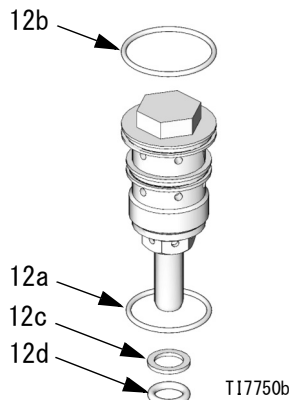

図 13. オリジナルのポペットの詳細
4. 図 13 を参照してください。ポペットアセンブリ (12) のネジを外します。小さい O リング (12c, 12d) はポペットアセンブリとともに外れてこないかもしれません。上部キャップ (1) または底部カバー (3) から、必ず外してください。
6. ポペットアセンブリ (12) にグリースを潤滑し、上部キャップ (1) と底部カバー (3) を再取り付けします。40.6-48.8 N·m (30-36 フィート・ポンド) のトルクで締めます。